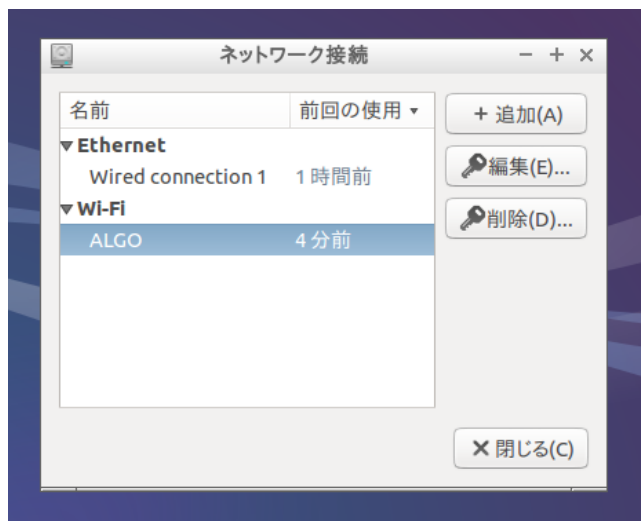

図 2-4-5. ネットワーク設定画面
- ② 図 2-4-5 のようなネットワーク設定画面が起動し、アクセスポイントの一覧が表示されます。設定したいアクセスポイントを選択して[編集]ボタンをクリックします。